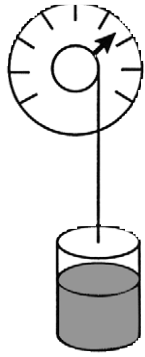

Figure 4
10) J'accroche le sac plastique au dynamomètre que je règle au zéro pour négliger le poids du sac ; je verse l'eau du réservoir dans le sac (voir fig. 4)